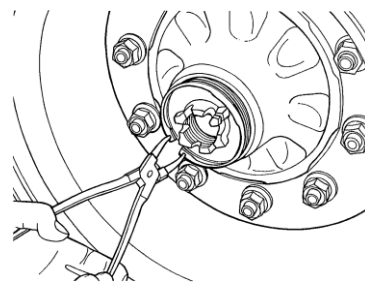

図1
- ・アウタ側のロックリングを外しアクスルナット、ディスク、ローラベアリングを取外す。 図1